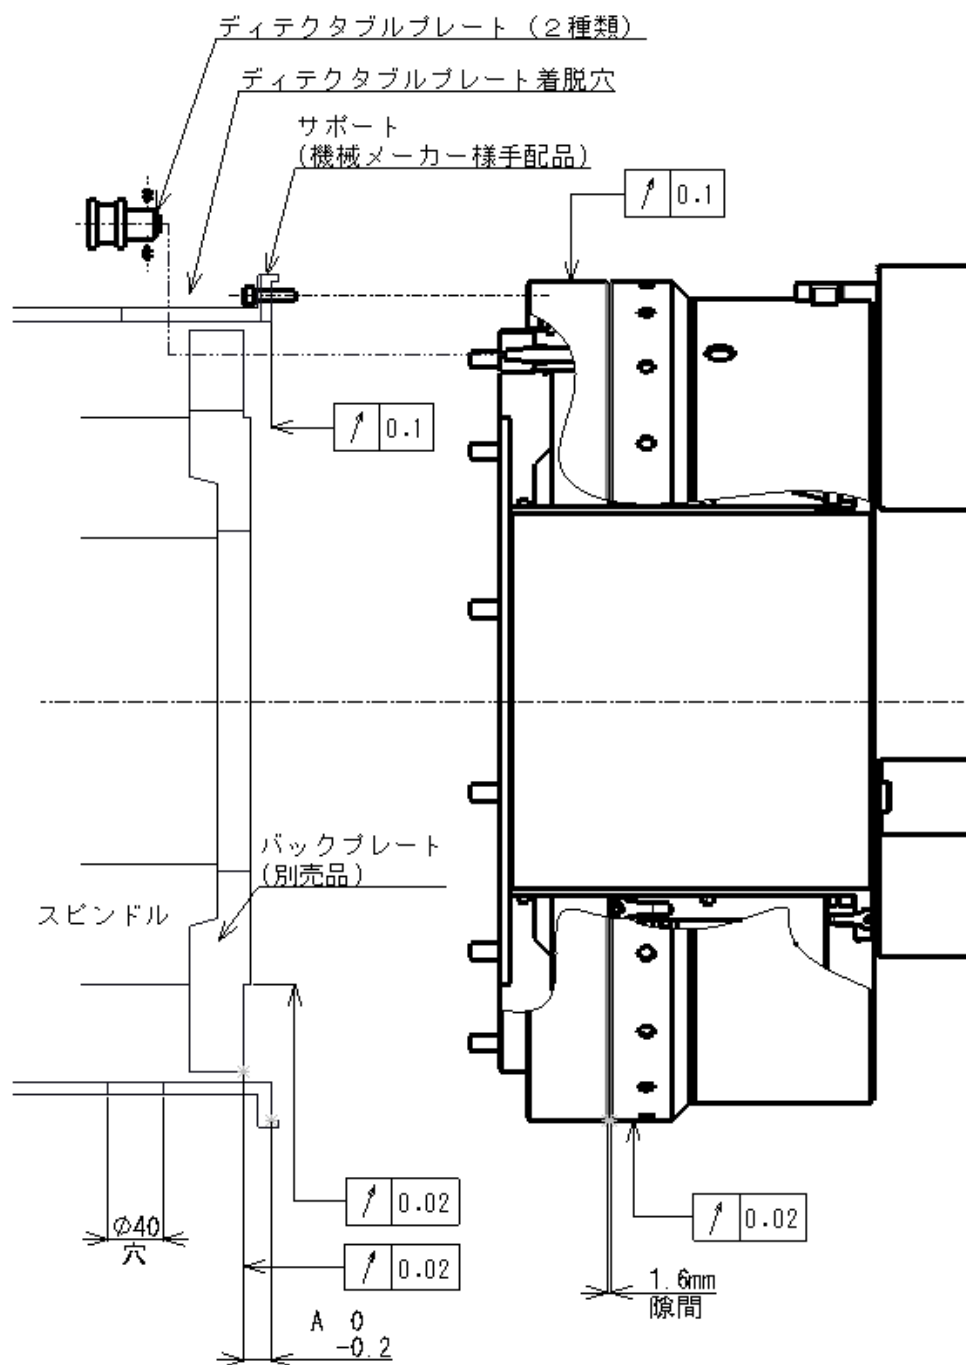

図 14
- バックプレートの振れは加工精度に直結するため、バックプレートの端面振れ・インロー径振れは図 14 に示すように 0.02mm 以下にすること。
- エアサプライリングを旋盤本体に固定するためのサポートを設けること。寸法はそれぞれの外形図を参照すること。図 14 のように、サポート端面の振れが 0.1mm 以下、エアサプライリングとボデーの隙間が 1.6~1.8mm(目標値 1.6mm)になるように、サポートの A 寸法を-0.2~0mm 以内に調整できるようサポートの構造を工夫すること。
- サポートには図 14 のようなエア逃がし穴(φ40 以上)を真下に設けること。この穴はエアサプライリングとチャックのすき間から出るエアを逃がすため、穴がないとジョーの動作速度が遅くなる。
- 図 14 のように、サポート側面にディテクタブルプレート着脱用の穴を設けておくと、エアサプライリングをサポートに固定したままチャック本体の着脱が可能になる。その場合、チャック着脱時以外は蓋で塞ぎ、サポート内に切削水や切粉が入らないようにすること。
- サポートおよびエアサプライリングを取り付けた際の振れは図 14 の値以下となるように調整すること。エアサプライリングとボデーが接触している場合、チャック回転時に焼き付いて危険。